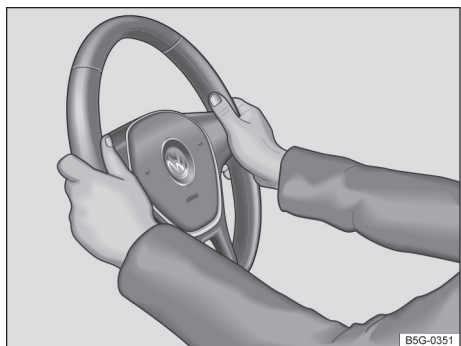

Fig. 54 No volante: posição 9 e 3 horas.
- Ajustar a posição do volante de forma que possa segurá-lo lateralmente pela borda externa na *posição de 9h e 3h* → **Fig. 54** com ambas as mãos e os braços ligeiramente dobrados.
- Pressionar a alavanca ① sempre com firmeza para cima após o ajuste, para que o volante não mude sua posição durante a condução.
- Durante a condução, sempre segurar o volante com ambas as mãos lateralmente na borda externa na *posição de 9h e 3h* → **Fig. 54**, para reduzir ferimentos causados por um acionamento do airbag frontal do condutor.